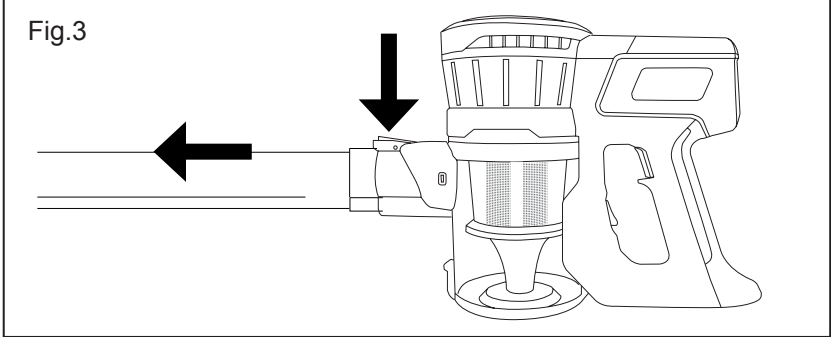

Fig.4
- El aspirador de mano o el tubo de extensión está diseñado de tal forma que permite la inserción de los siguientes accesorios: (use la combinación que más se ajuste a sus necesidades). (Fig. 4).